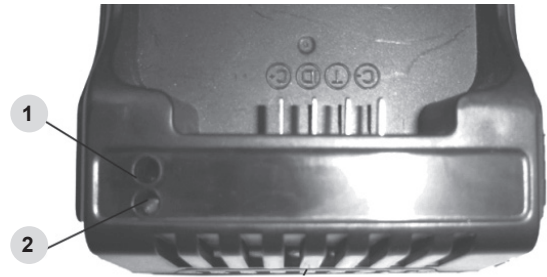

Рис.3
1. Лампочка (1) Рис.3 загорится зеленым цветом. При установке аккумуляторной батареи в зарядное устройство лампочка (2) загорится красным цветом, лампочка (1) будет гореть зеленым цветом.